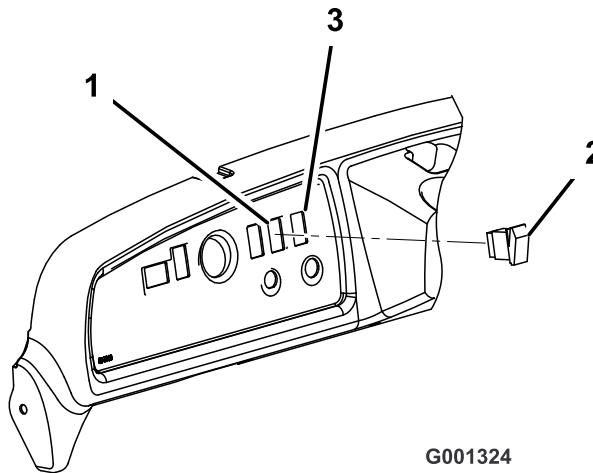

Figura 7
2. Estraete la spina dal cruscotto a destra del piantone dello sterzo e sopra l'interruttore a chiave (Figura 7).
5. Spingete la paletta superiore dell'interruttore di sollevamento del pianale per allungare l'attuatore (Figura 7).
6. Allineate la paletta superiore in posizione a ore 12 e inserite l'interruttore di sollevamento del pianale nell'apertura sul cruscotto (Figura 7).